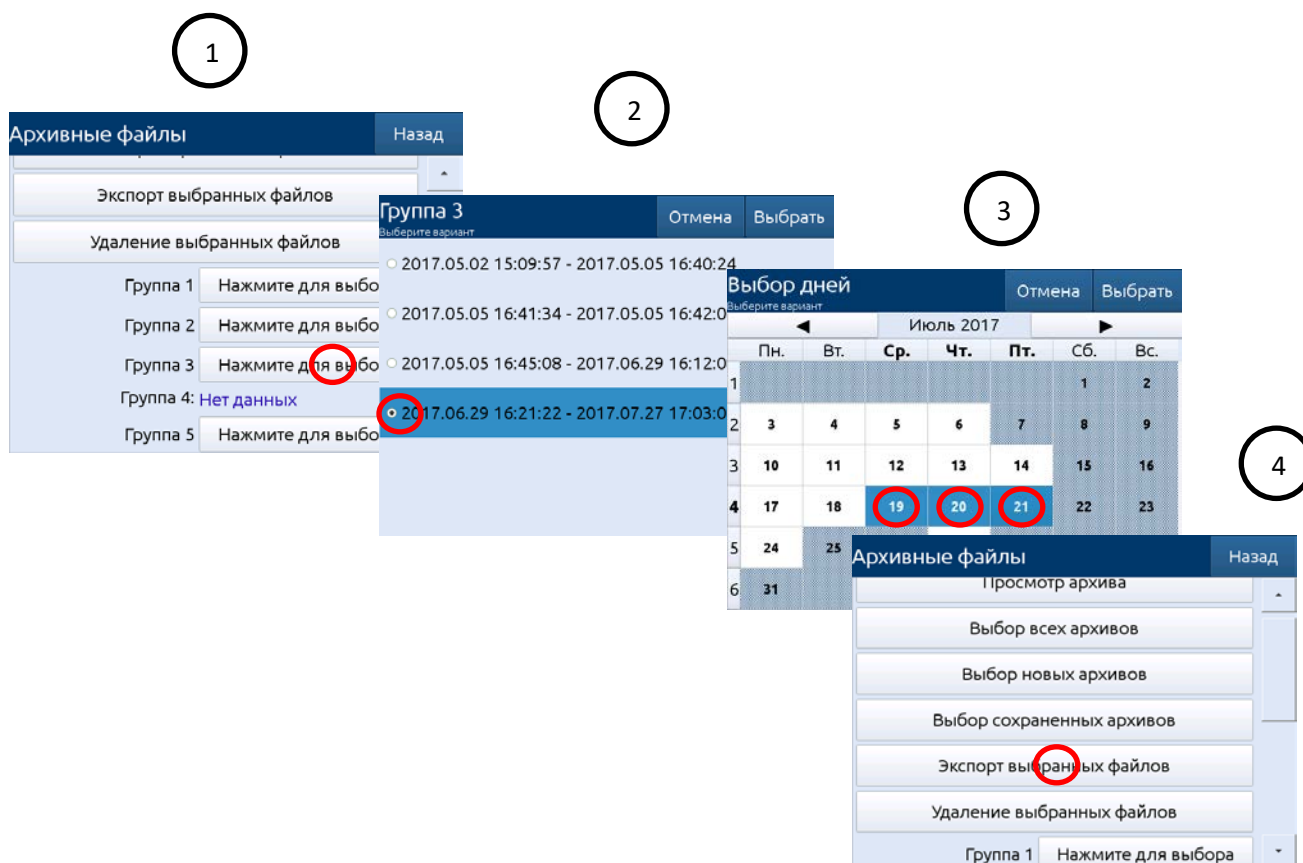

Рисунок 2.30
2.10.3.5. Удаление файлов с PMТ 19 аналогично экспорту файлов, разница состоит лишь в том, что вместо кнопки «Экспорт выбранных файлов» в шаге 4 (см. рисунок 2.30) нужно нажать кнопку «Удаление выбранных файлов».